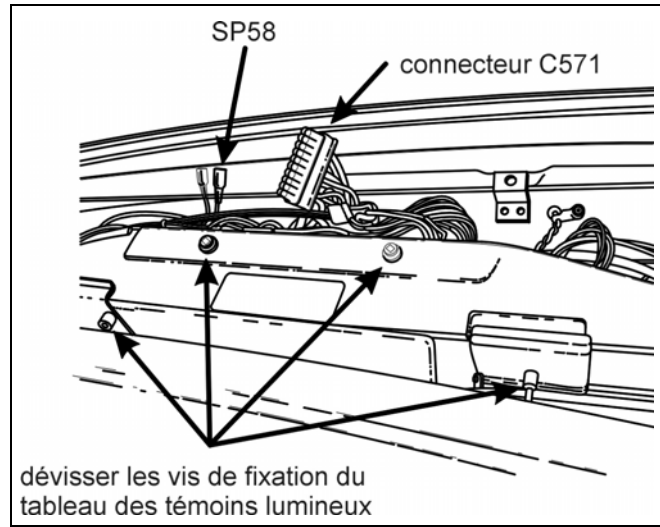

FIGURE 6 : LOCALISATION DES COMPOSANTES
6. Insérer l'extrémité 86T (rouge) du câblage du relais (pièce Prévost 065212) au port #10 du connecteur C571, identifié par une étiquette (figure 6).
7. Localiser le fil (gris) SP58. Celui-ci arrive derrière le tableau de bord (figure 6).
- Dévisser les vis de fixation du tableau de témoins lumineux et tirer le tableau vers l'arrière (figure 6).